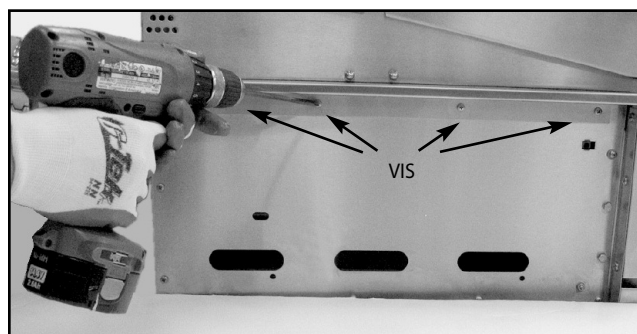

Fig. 38
- A. Il faudra d'abord retirer les consoles à équerre du côté de l'unité et les remplacer avec les consoles de fixation de desserte (Fig. 38). L'unité est expédiée prête pour une installation en îlot.